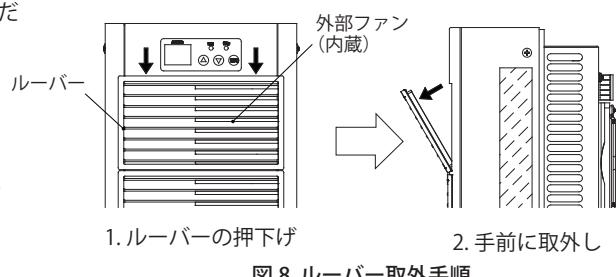

図8 ルーバー取外手順
1. ルーバーの上側を押下げて(1mm程度)、ルーバーを手前に取り外してください。(図8)